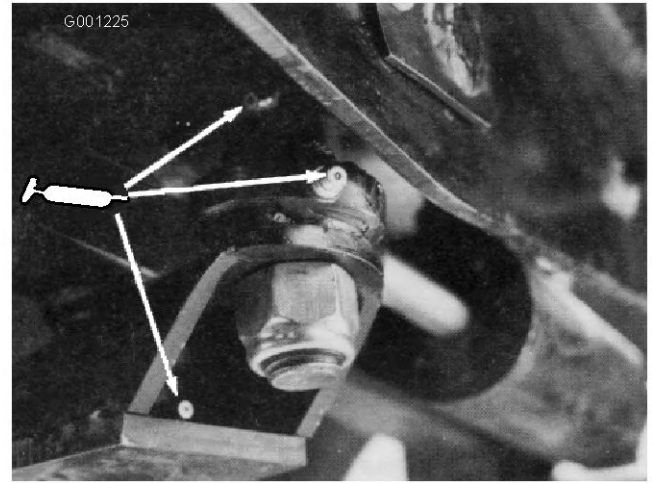

Figura 42
- Casquillo del pasador del eje (Figura 42)
- Casquillos de la placa de dirección (Figura 42)